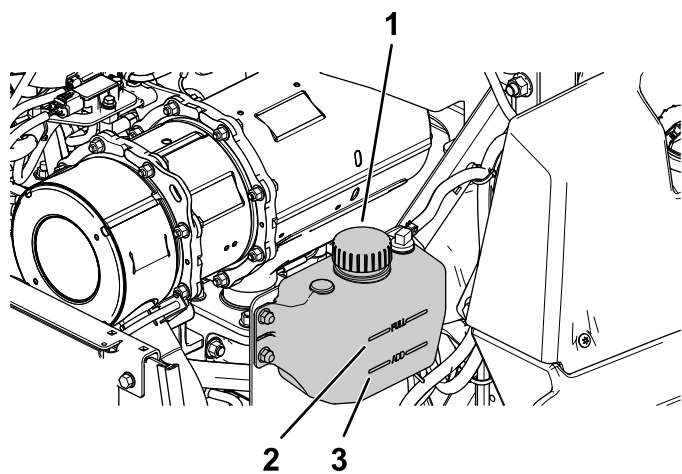

Figure 52
4. Vérifiez le niveau du liquide de refroidissement dans le vase d'expansion (Figure 52).
5. Si le niveau du liquide de refroidissement est trop bas, enlevez le bouchon du vase d'expansion et faites l'appoint de liquide spécifié (Figure 52).